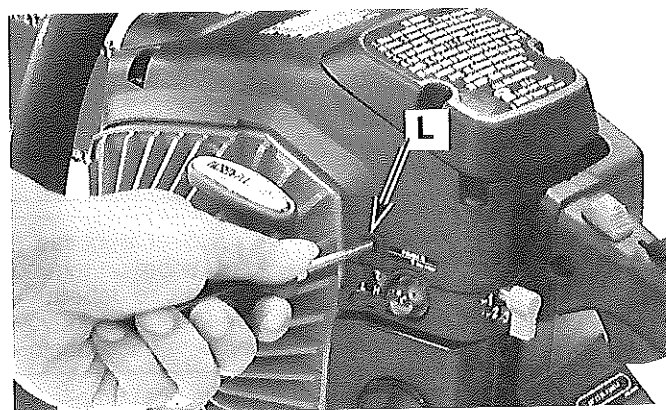
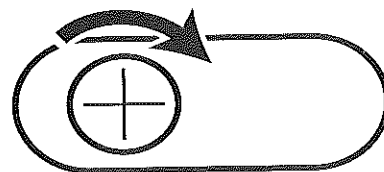

Fig. 8
Fig. 9
- Si la unidad al ralentí vacila, existe un orificio de ajuste de ralentí (L) (Fig. 8). Utilizando un destornillador Phillips o plano, gire el tornillo 1/4 o 1/2 vuelta hacia la derecha. Así conseguirá ajustar el ralentí de forma adecuada (Fig. 9).